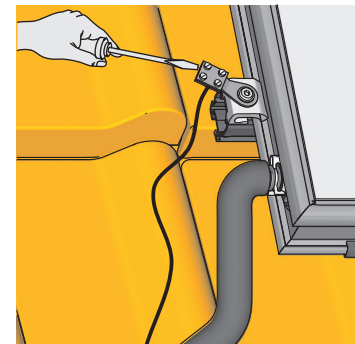

Bild 3-45 Potentialausgleichsleitung anschließen
3. Schrauben der Potentialausgleichsklemme festziehen (Bild 3-45).